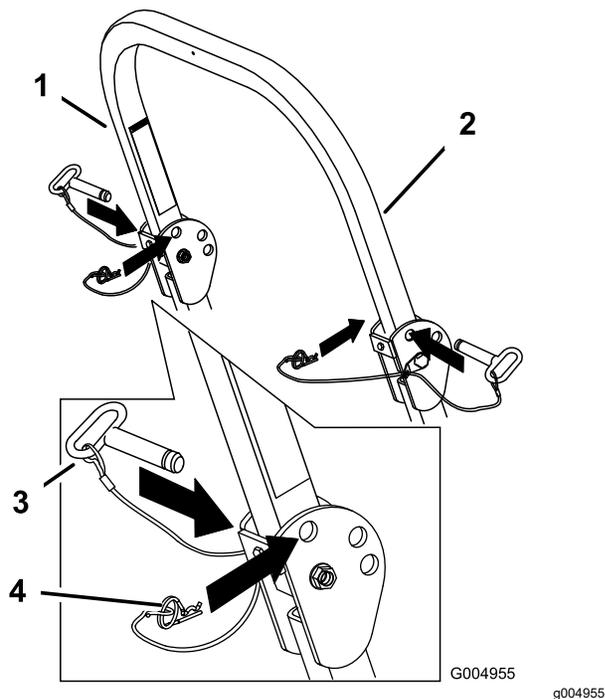

Рисунок 7
1. Извлеките шпильки и снимите два штифта (Рисунок 7).
3. Вставьте 2 штифта и закрепите их шпильками (Рисунок 7).
1. Извлеките шплинты и снимите два штифта (Рисунок 7).
2. Поднимите защитную дугу в вертикальное положение, вставьте два штифта и закрепите их шплинтами (Рисунок 7).